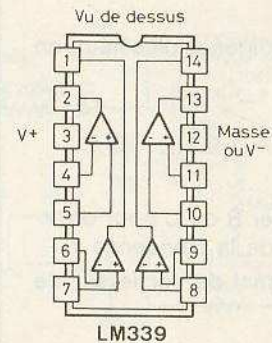

Fig. 12
Dans le boîtier du LM 339 on trouve quatre éléments identiques disposés comme on l'indique à la **figure 12**.
a) Connecter les entrées des canaux A et B à un oscillateur donnant un signal sinusoïdal de fréquence 1 kHz valeur non critique, comme indiqué à la **figure 12**.